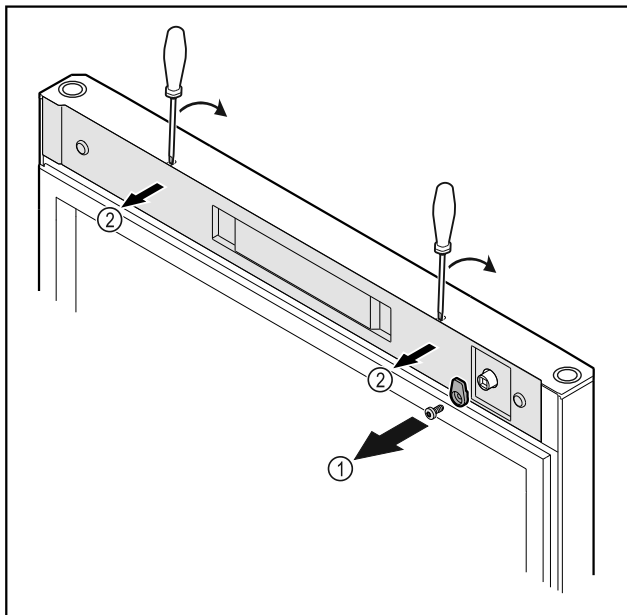

Fig. 22
- ▶ Atsukite uždarymo kabliuką Fig. 22 (1).
- ▶ Atfiksukite dengiamąją plokštelę Fig. 22 (2) mažu atsuktuvu ir nuimkite.